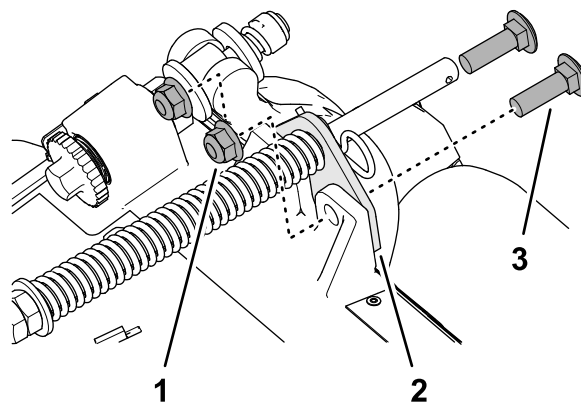

Figura 11
- Retire las 2 contratuercas con arandela prensada ( $\frac{3}{8}$ " ) y los 2 pernos de cuello cuadrado ( $\frac{3}{8}$ " x  $1\frac{1}{4}$ " ) que sujetan el soporte del muelle de compensación al bastidor de la unidad de corte (Figura 11).